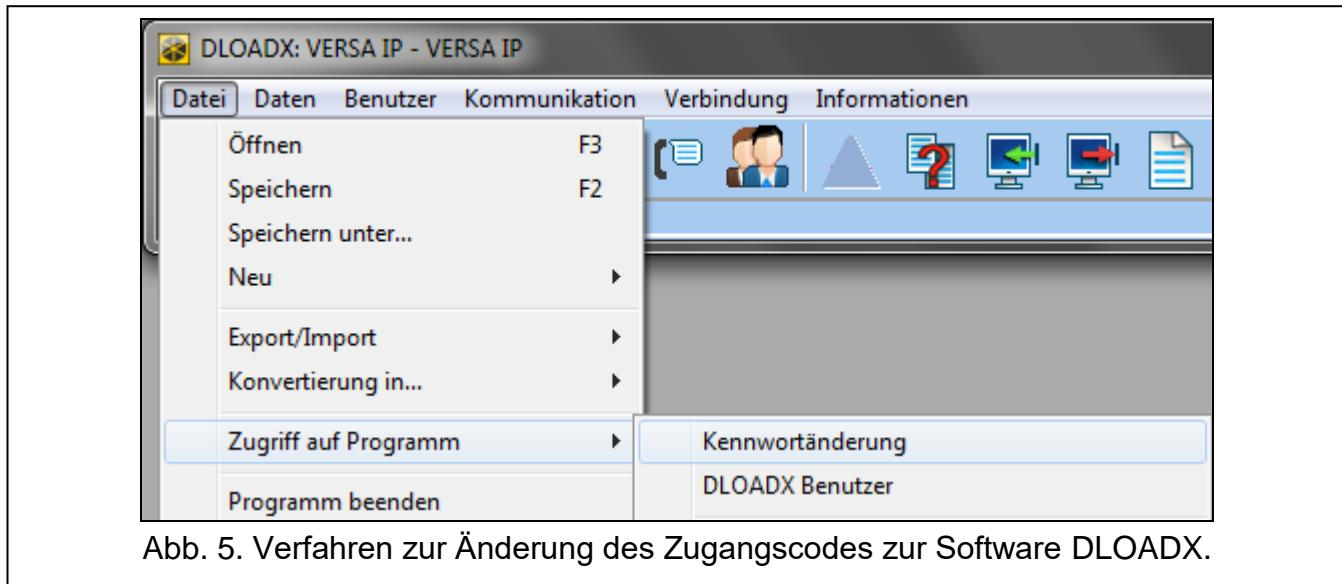

Abb. 5. Verfahren zur Änderung des Zugangscodes zur Software DLOADX.
1. Klicken Sie nacheinander „Datei“ → „Zugriff auf Programm“ → „Kennwortänderung“ (Abb. 5). Es wird ein Fenster mit dem Eingabefeld geöffnet.
Sie können zusätzliche Zugangscodes zum Programm eingeben und die Berechtigungen der Benutzer, die diese Codes benutzen, bestimmen („Datei“ → „Zugriff auf Programm“ → „DLOADX Benutzer“ – siehe: Abb. 5).